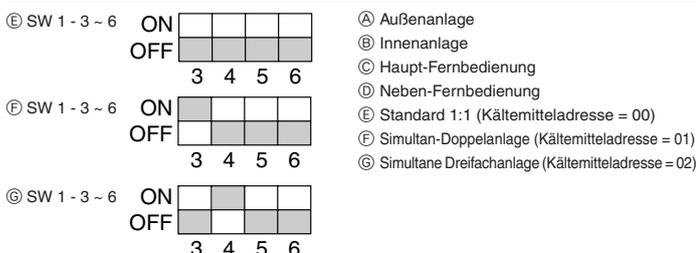

Fig. 10-1
- ① Schalten Sie die Anlage ein (Leistungsschalter).
- ② Stellen Sie nach dem Schließen des Gassperrventils den SWP-Schalter auf der Schalttafel der Außenanlage auf ON/EIN ein. Der Kompressor (Außenanlage) und die Ventilatoren (Innen- und Außenanlagen) beginnen zu arbeiten und der Kältemittelsammelvorgang setzt ein. LED1 und LED2 auf der Schalttafel der Außenanlage leuchten.
- ③ Da die Anlage sich automatisch etwa zwei bis drei Minuten nach dem Sammeln des Kältemittels ausschaltet (LED1 und LED2 leuchten), stellen Sie sicher, daß das Gassperrventil unverzüglich geschlossen wird. Wenn LED1 und LED2 leuchten und die Außenanlage ausgeschaltet ist, öffnen Sie das Flüssigkeitssperrventil vollständig, und wiederholen Sie dann nach Ablauf von drei Minuten Schritt ②.
- ④ Unterbrechen Sie die Stromversorgung (Leistungsschalter).
10. Kontrolle des Systems (Fig. 10-1)